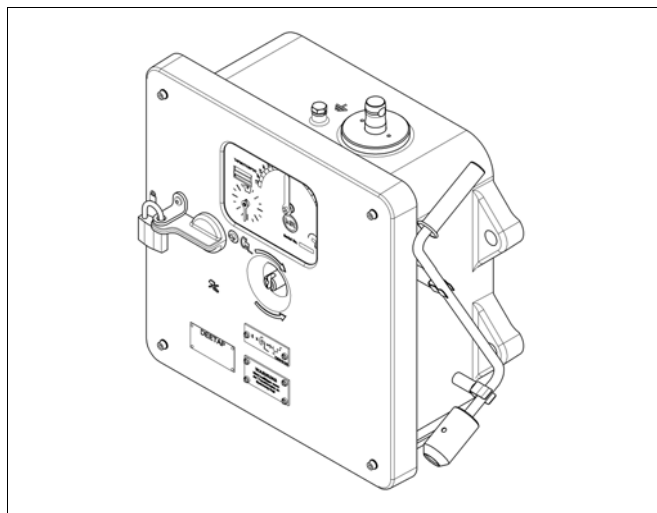

рис. 5 TAPMOTION® DD
- ручным приводом TAPMOTION® DD (рис. 5)